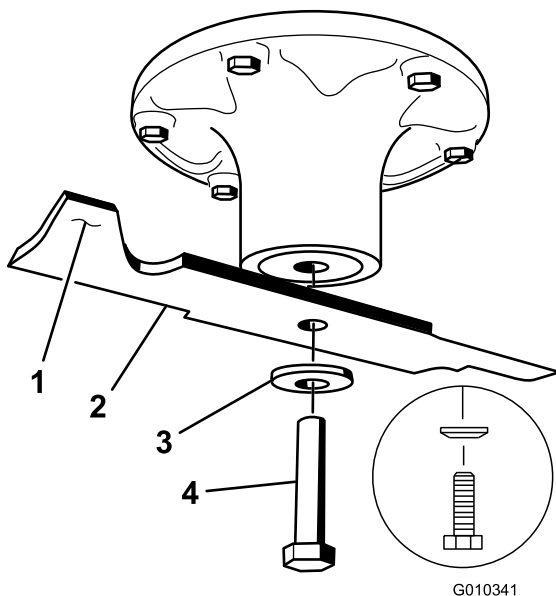
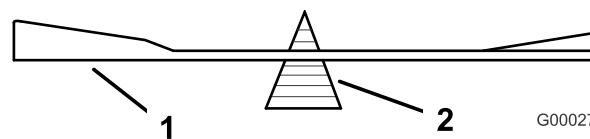

Figura 67
Figura 69
Tenete l'estremità della lama con un cencio o un guanto bene imbottito. Togliete il bullone, la rondella curva e la lama dall'asse del fusello (Figura 67).
1. Montate la lama sull'asse del fusello (Figura 67).
2. Montate il disco elastico e il bullone della lama. Il cono del disco elastico deve essere rivolto in verso la testa del bullone (Figura 67). Serrate il bullone della lama a 135–150 N·m.
2. Controllate l'equilibrio della lama posizionandola su un bilanciatore (Figura 69). Se la lama rimane in posizione orizzontale, è bilanciata e può essere utilizzata. Se la lama non è bilanciata, limate del metallo soltanto dalla costa (Figura 67). Ripetete la procedura finché la lama non è perfettamente bilanciata.